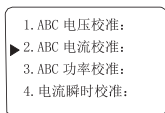
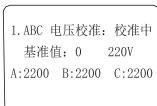

图19
图22
4) 进入菜单，选择出厂维护，进入密钥校验状态，（输入：1001），密钥校验成功后允许进入厂家设置界面，通过【移位】、【递增】、【菜单】键结合，可实现对ABC相电压，ABC相电流的校准，ABC相功率校准、电流瞬时校准更改壳架电流、显示灰度调整，以及厂家相关信息的校准或查询。如下图19、20、21所示。
- ABC 相电压校准：如图 19、20、21 所示，按【移位】、【递增】键选择 ABC 电压校准，按【菜单】键，进入 ABC 电压校准界面，如图 22 所示，确认给保护器 ABC 相施加标准 220V 电压后，按下【菜单】键，5 秒钟内，自动校零三相电压参数；再按下【移位】键，5 秒钟内，自动校准三相电压参数，校准完成按【返回】键，返回上层界面。
- ABC 相电流校准：如图 19、20、21 所示，按【移位】、【递增】键选择 ABC 电流校准，先给断路器施加额定电流值（如：250A）的电流后，按下【菜单】键，5 秒钟内，校准额
• 功率校准：：如图 19、20、21 所示，按【移位】、【递增】键选择到 ABC 功率校准，输入额定电流（如：250A），输入额定电压 220V，按下【菜单】键，5 秒钟内，自动校零三相功率参数；再按下【移位】键，5 秒钟内，自动校准三相功率参数。校准完成按【返回】键，返回上层界面。
• 更改壳架电流：如图 19、20、21 所示，按【移位】、【递增】键选择更改壳架电流，按【确认】键，进入更改壳架电流界面，按
• 显示灰度调整：：如图 19、20、21 所示，按【移位】、